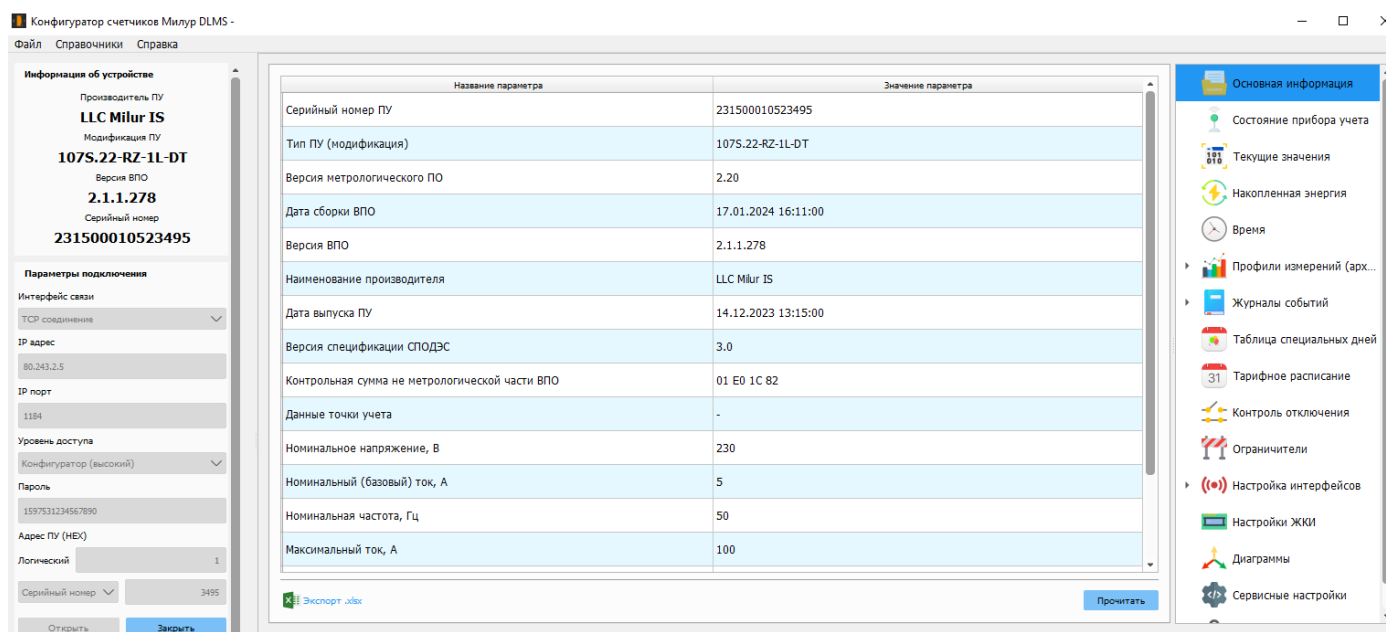

Рисунок 9
- считать информацию со счетчика в соответствии с выбранным пунктом меню (рисунок 9).